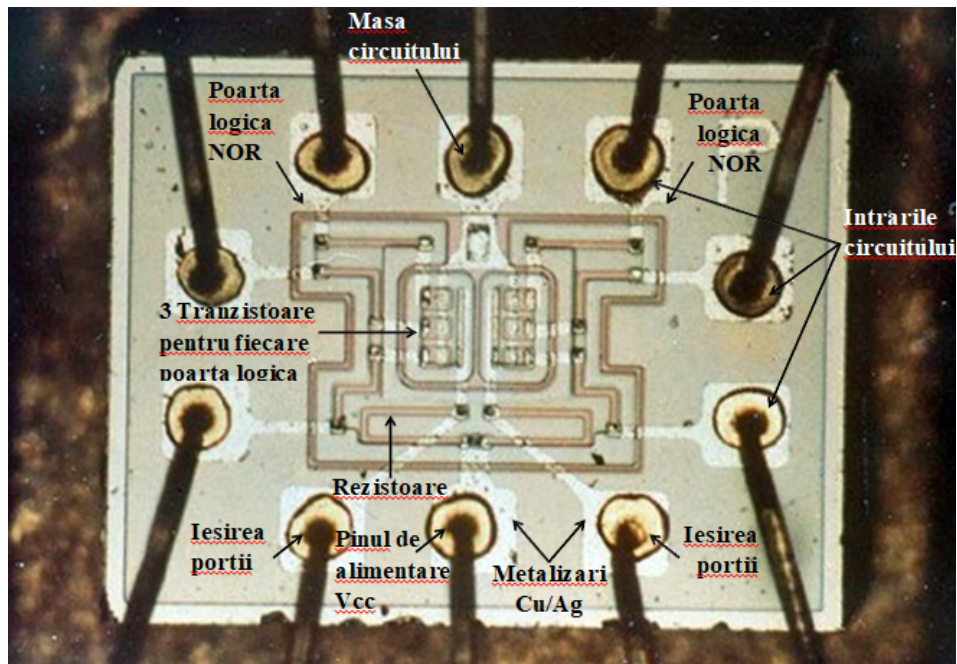

Figure 4: Interiorul circuitului integrat
- Sub carcasa din plastic, în interiorul lui se află placuța ceramică din Fig. 4.